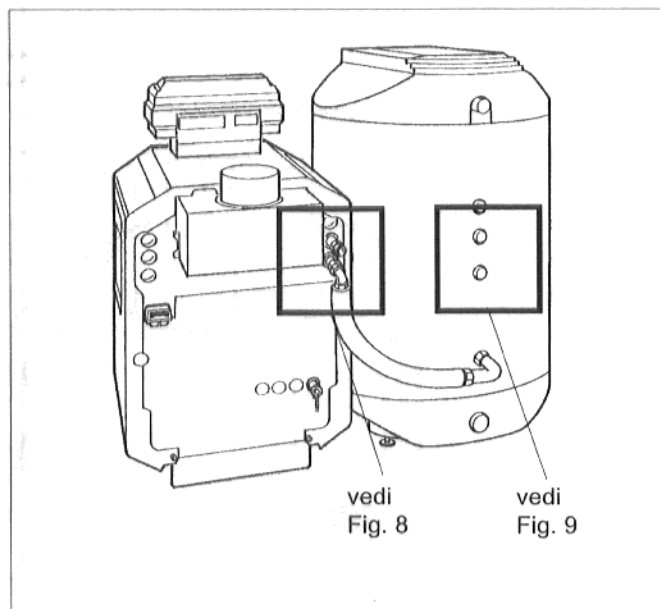

Fig. 7: vista posteriore con collegamento di ritorno montato
- Applicare la guarnizione piatta nel dado a risvolto del tubo metallico ondulado per la mandata (tubo più lungo), preformare il tubo metallico ed avvitare forte all'attacco mandata accumulatore alla caldaia (Fig. 7 e 8).
- Applicare la guarnizione piatta nel dado a risvolto della prolunga ed avvitare la prolunga alla mandata accumulatore (Fig. 7 e 9).
- Applicare la guarnizione piatta nel dado a risvolto della valvola di ritegno ed avvitare la valvola di ritegno alla prolunga (Fig. 7 e 9).
- Applicare la guarnizione piatta per la pompa ($\varnothing 44 \times 28 \times 2$) nell'altro dado a risvolto della valvola di ritegno ed avvitare la pompa di carico dell'accumulatore alla valvola di ritegno con la direzione del flusso rivolta verso l'alto (Fig. 7 e 9).
- Applicare nel pezzo di riduzione la seconda guarnizione piatta per la pompa ($\varnothing 44 \times 28 \times 2$) ed avvitare il pezzo di riduzione al tronchetto di aspirazione della pompa di carico dell'accumulatore (Fig. 7 e 9).
- Applicare la guarnizione piatta nel dado a risvolto del gomito ed avvitare il gomito al pezzo di riduzione (Fig. 7 e 9).
- Applicare la guarnizione piatta nel secondo dado a risvolto del tubo metallico ondulado ed avvitare il tubo metallico ondulado al gomito (Fig. 7 e 9).